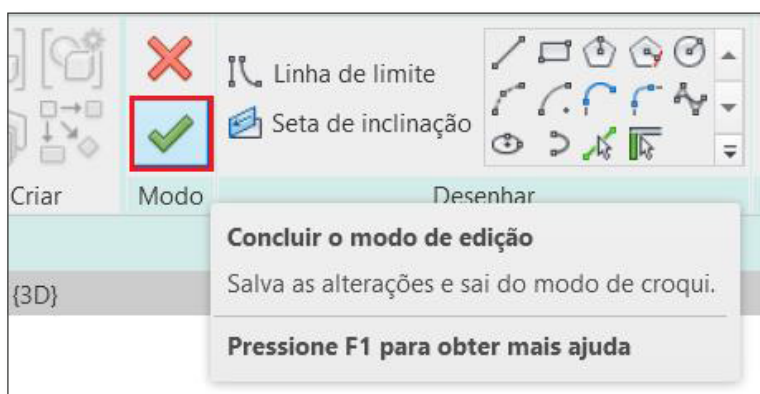
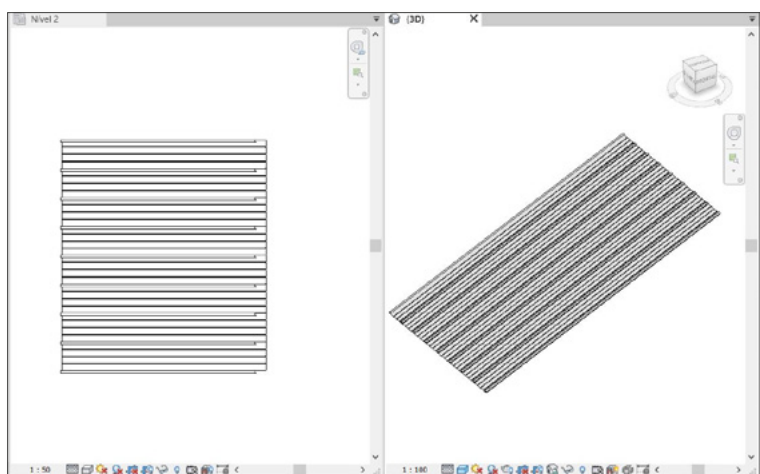

Figura 54 – Acesso ao botão "Concluir o modo de edição".
Figura 55 – Exemplo de família de vidraça inclinada da biblioteca BIM da ArcelorMittal inserida no projeto.
- Na aba "Modificar | Criar perímetro do telhado", painel "Modo", clique no botão "Concluir o modo de edição" para finalizar a modelagem do telhado (Figura 54). A Figura 55 mostra um exemplo de telha inserida em planta e em uma vista 3D.